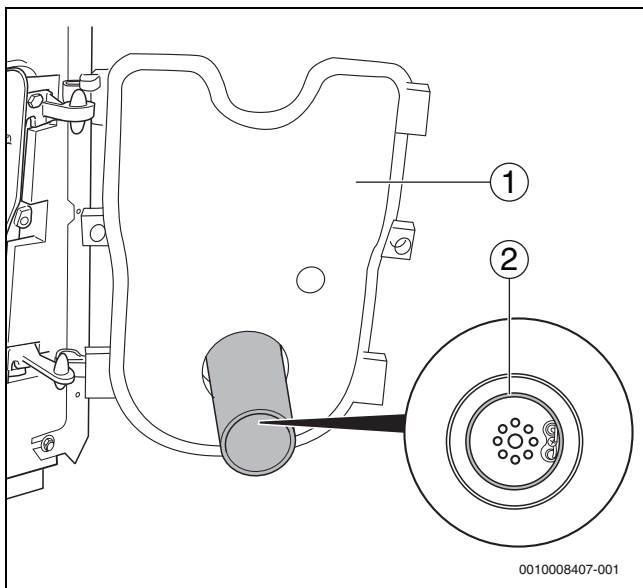

Bild 46 Korrekten Sitz der Dichtung prüfen
- Bei geöffneter Brennertür (→Bild 46, [1]) korrekten Sitz der Dichtung (→Bild 46, [2]) prüfen.
- Brennertür schließen (→Bild 46, [1]) und Befestigungsschrauben der Brennertür festziehen (ca. 10 Nm).